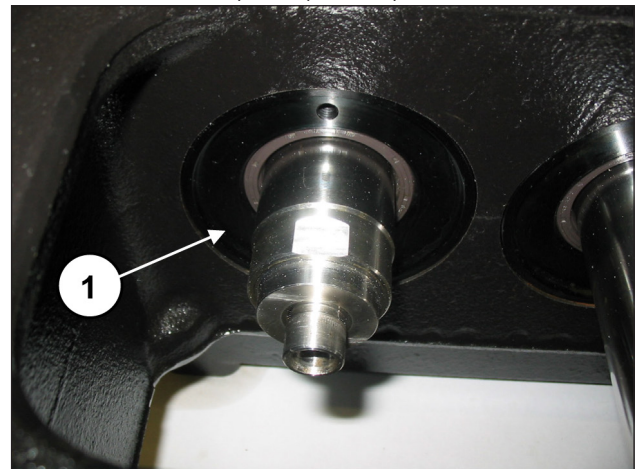
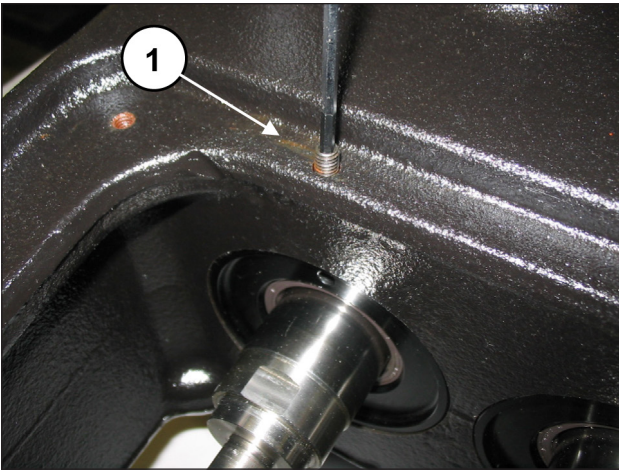

Abb. 95
Abb. 96
Bauen Sie die montierte Gruppe im entsprechenden Gehäusesitz ein, überprüfen Sie den passgerechten Sitz des Deckels (Pos. ①, Abb. 95) und achten Sie darauf, nicht die Dichtlippe des radialen Dichtrings zu beschädigen. Befestigen Sie die zwei Ölabbstreifring-Deckel anhand von 2 Stiftschrauben M6x30 (Pos. ①, Abb. 96).